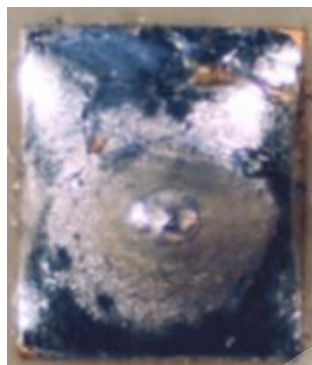

图 22
- 6.1.2 无铅焊接其焊接温度较高，在温度过高时容易产生过热焊接，焊点周围有一层明显的氧化现象，见图 22。